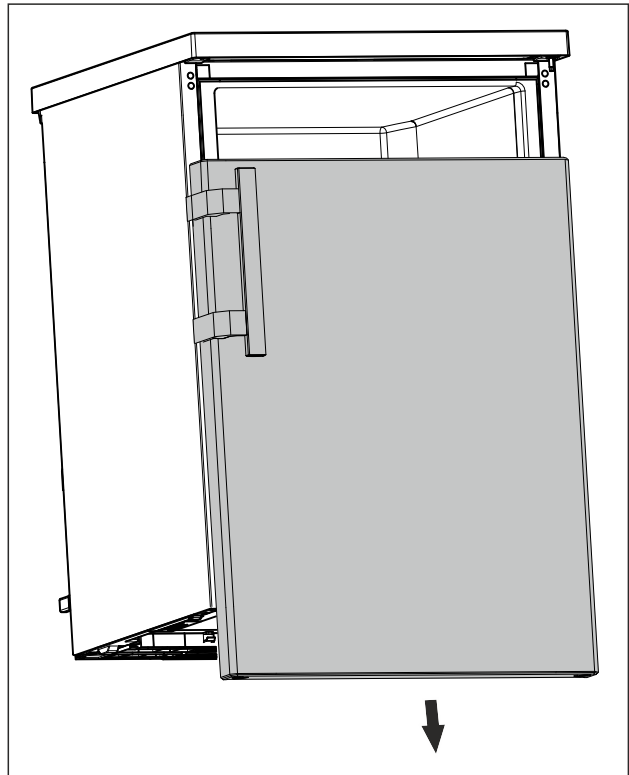

Fig. 17
- Fjern døren nedover. (se Fig. 17)